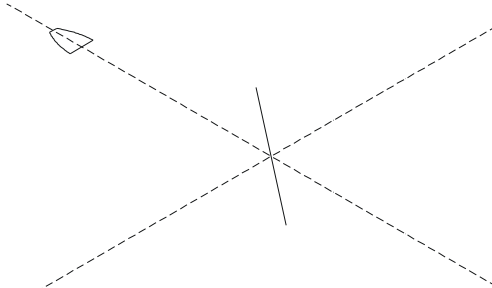

图 10-2-6
STEP 08 使用 ROTATE3D 命令按齿轮的旋向及螺旋角旋转轨迹线, 如图 10-2-6 所示。其具体操作如下: